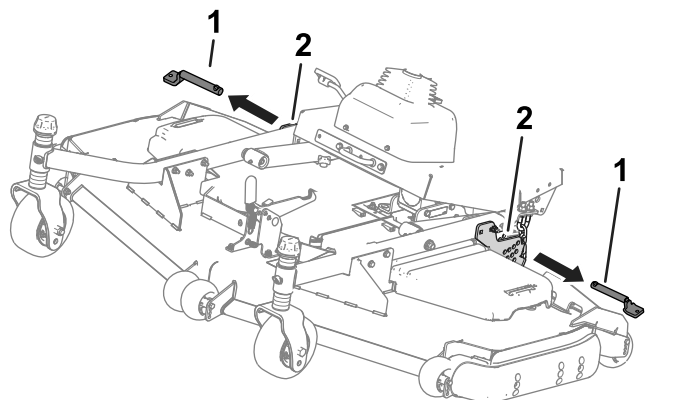

Figure 34
4. Retirez les goupilles des plaques de hauteur de coupe (Figure 34).